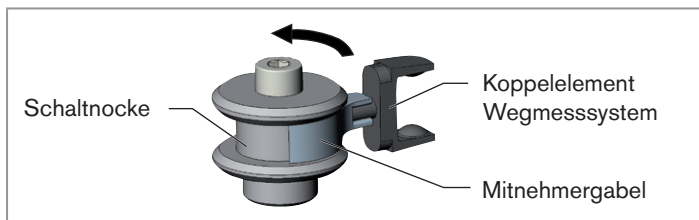

Bild 3: Mitnehmergabel lösen
- Mit einem Schraubendreher die Mitnehmergabel vom Koppelement des Wegmesssystems entgegen dem Uhrzeigersinn lösen (siehe „Bild 3: Mitnehmergabel lösen“).